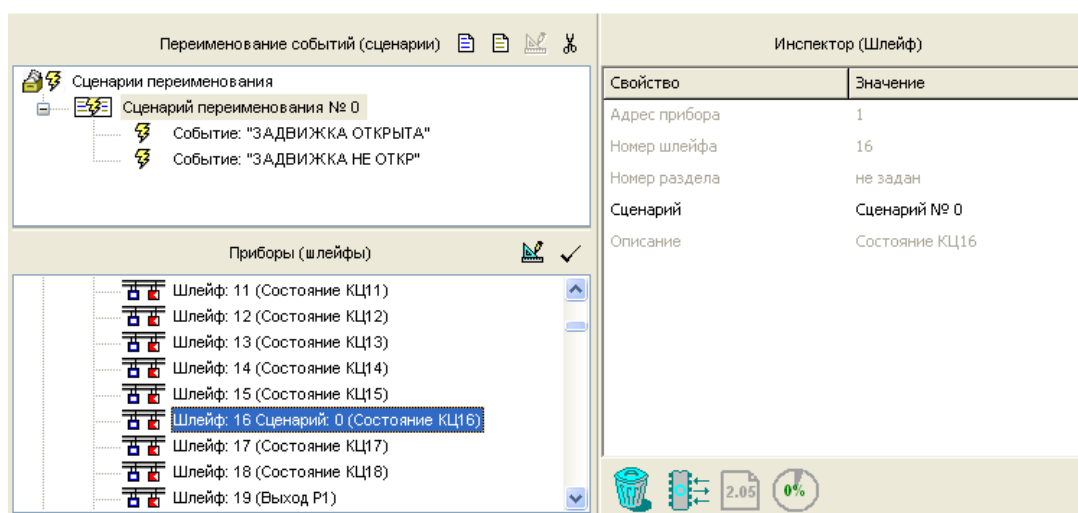

Рисунок 20
7. В нижнем окне «Приборы (шлейфы)» выделите зону, имеющую тип 11 (в базовой конфигурации «Поток-3Н» это шлейф 16), и нажмите кнопку . Созданный сценарий будет назначен выбранной зоне (для базовой конфигурации «Поток-3Н» - шлейфу 16) (см. Рисунок 20).